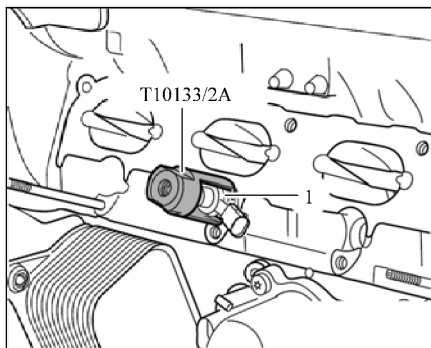

图 19-11 安装起拔器
- 6) 将起拔器 T10133/2A 卡入喷油器的切口 1 中，如图 19-11 所示。